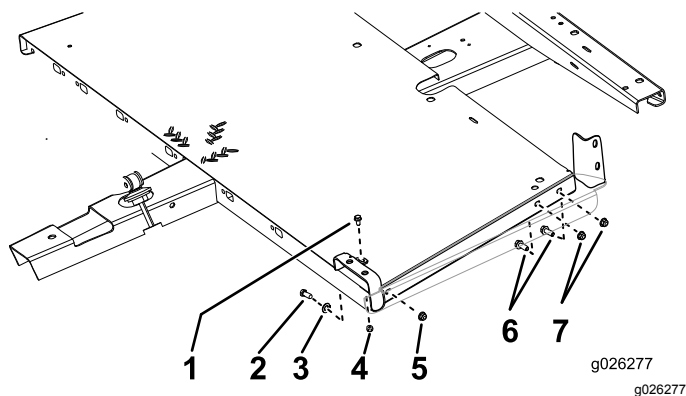

Bild 4
1. Befestigen Sie die Bodenplatten am Rahmen, wie in **Bild 4** abgebildet.